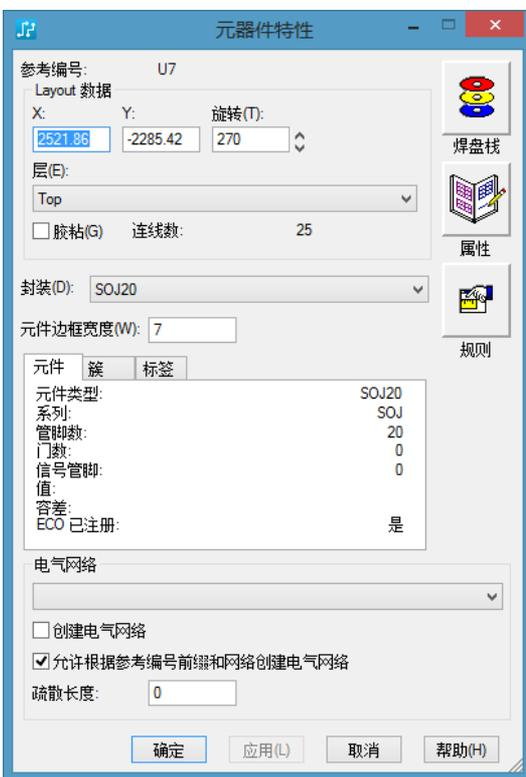

图 6-21 “元器件特性”窗口
(4)特性 先选中一个对象，可以是元器件、网络、引脚对、鼠线等所有包含在当前设计中的对象。例如，可以选中一个元器件，然后执行“编辑”“特性”命令，打开如图 6-21 所示的“元器件特性”窗口，在此可以进行元器件属性、焊盘、规则的设置。此外，窗口中显示了对象位置（坐标、旋转度、所在层）封装等信息。其他类型对象的“特性”窗口与之类似，不再一一介绍。